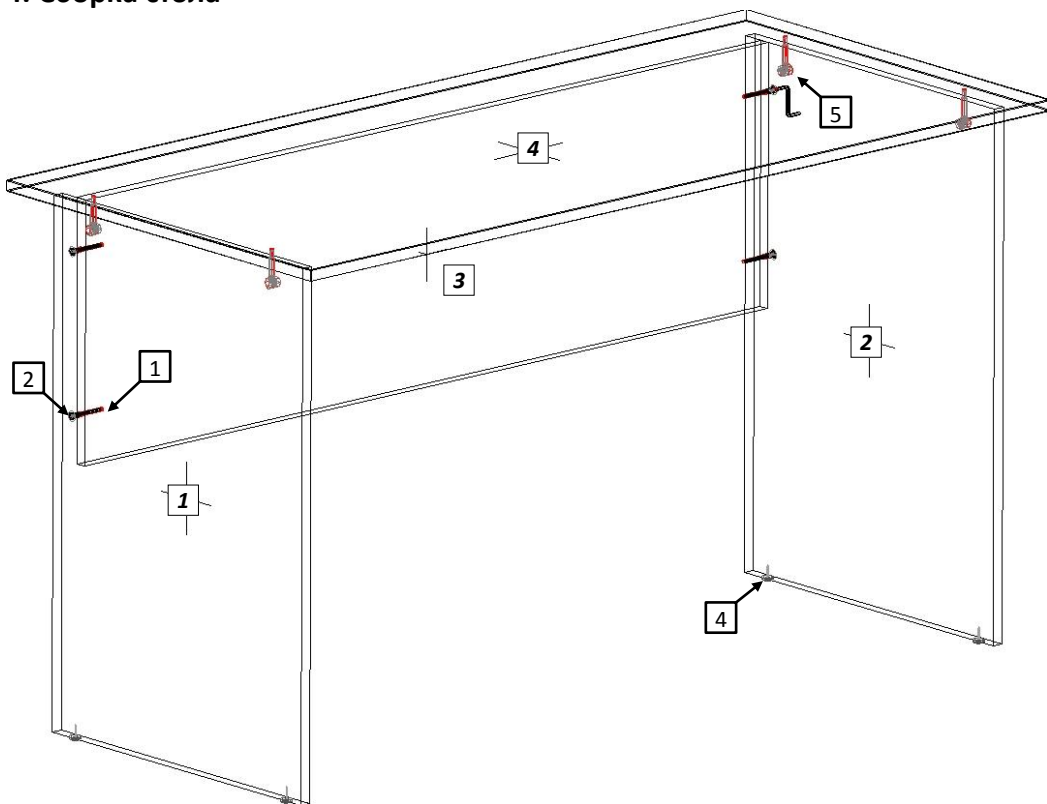

Рис. 1
4.1 Внимательно ознакомьтесь со схемой сборки, изображённой на рис. 1, сверяясь с комплектующей ведомостью на изделие. Согласно позициям на схеме и комплектующей ведомости определите расположение деталей в изделии и порядок их сборки. Сборка производится на ровном полу, укрытом материалом, предотвращающим повреждение покрытия пола и деталей мебели. Подготовьте
- 4.3 Евровинтами (1), как показано на рис. 1, соедините вертикал. стенки [1,2,3]. Установите крышку. Затяжка соединения производится путём поворота эксцентриков до упора в направлении стрелки, выштампованной на корпусе стяжки. Закройте головки евровинтов (1) заглушками (2).